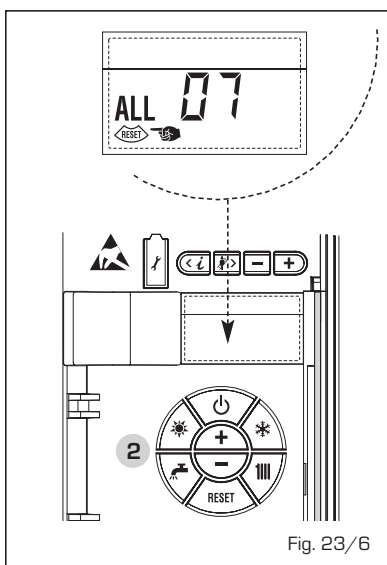

Fig. 23/6
- ANOMALÍA LLAMA PARÁSITA "ALL 08" (fig. 23/7)